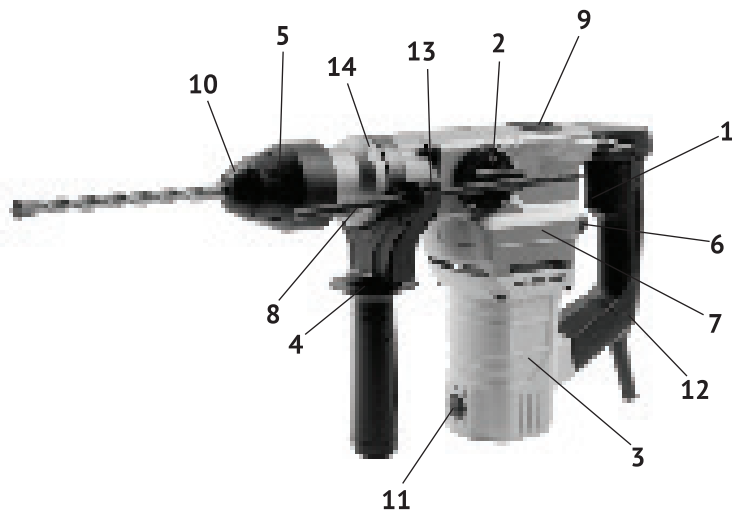

рис.1
Общий вид перфоратора представлен на рис. 1
1.5 Перфоратор состоит из вертикально расположенного коллекторного двигателя в пластиковом корпусе (рис.1 поз.3). Корпус двигателя крепится к металлическому корпусу редуктора (рис.1 поз.7), в котором расположен механизм, передающий вращательное и возвратно-поступательное движение на рабочий инструмент. К корпусу редуктора и корпусу двигателя крепится рукоятка (рис.1 поз.12), на которой расположена клавиша выключателя (рис.1 поз.1).
Крутящий момент с якоря электродвигателя через шестерни, передаётся на ствол с патроном SDS – plus (рис.1 поз.5), расположенный перпендикулярно
оси двигателя. Тип ударного механизма перфоратора - электропневматический. Эксцентриковый подшипник преобразует вращательное движение якоря в возвратно-поступательное движение поршня. С поршня ударник передаёт энергию удара на ствол с патроном SDS – plus. На корпусе редуктора слева расположен переключатель режимов (рис.1 поз.2) с фиксацией в двух режимах: «сверление с ударом» / «удар».
Дополнительная рукоятка (рис.1 поз.4) хомутом крепится на корпусе ствола (рис.1 поз.14). Фиксируется рукоятка, закручиванием по часовой стрелке, в любом положении (от 0° до 360°), что удобно пользователю, как «правше», так и «левше».
В отверстие левой части суппорта рукоятки вставляется, при необходимости, стержень-ограничитель глубины сверления (рис.1 поз.8). Он фиксируется в выбранном положении рычагом (рис.1 поз.13) на суппорте дополнительной рукоятки.
1.6 Клавиша выключателя (рис.1 поз.1) расположена в передней части рукоятки. Включение/отключение инструмента осуществляется нажатием на клавишу выключателя. Силой, приложенной к клавише, регулируется число оборотов и частота ударов перфоратора.
При замене рабочих насадок следите за тем, чтобы колпачок (рис.1 поз.10), защищающий патрон от попадания пыли, не был повреждён.
- ослабив рычаг (рис.1 поз.13), освободить отверстие в суппорте рукоятки;
- вставить стержень фиксации глубины сверления (рис.1 поз.8) в отверстие;
- включение перфоратора осуществляется нажатием на клавишу выключателя (рис.1 поз.1);
Переключателями (рис.1 поз.2 и 6) устанавливается один из 3-х режимов работы перфоратора:
- при работе в режиме «сверление без удара», переключатель (рис.1 поз.6) установить в положении «сверло», а переключатель (рис.1 поз.2) – в режим «сверло с молотком»;
- при работе в режиме «сверление с ударом», переключатель (рис.1 поз.2) в положении «сверло с молотком», переключатель (рис.1 поз.6) – в режим «сверло с молотком»;
- при работе в режиме долбления, переключатель (рис.1 поз.2) в положении «молоток», переключатель (рис.1 поз.6) – в режим «сверло с молотком».
- снять крышку (рис.1 поз.9) смазочного отверстия;
3.3 Для замены щёток необходимо, выкрутить крышки щёткодержателей (рис.1 поз.11). Вынуть использованные щётки из щёткодержателей и заменить их новыми. Щётки следует заменять парой для обеспечения равной степени их давления на коллектор якоря.